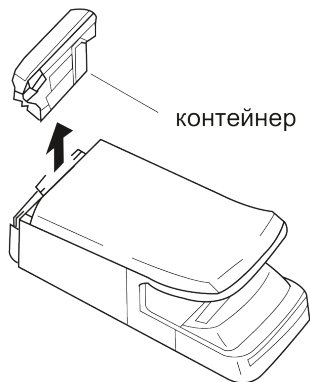

Рисунок 1
1. Удалите контейнер (Рисунок 1)